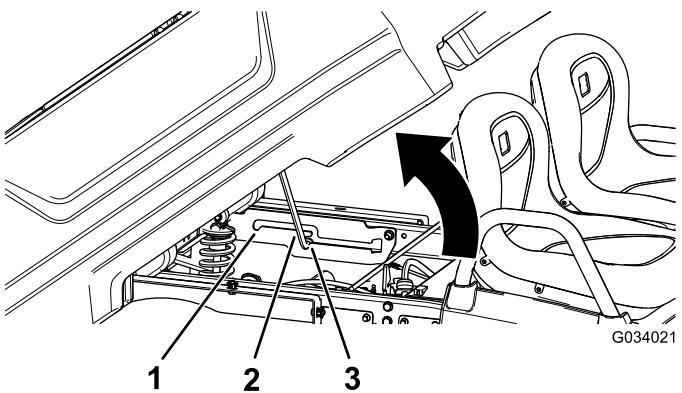

Рисунок 16
2. Ведите опорную стойку в паз с фиксацией, удерживающий кузов в положении разгрузки (Рисунок 16).
2. Ведите опорную стойку в паз с фиксацией, удерживающий кузов в положении техобслуживания (Рисунок 16).
2. Вытяните опорную стойку из паза с фиксацией (Рисунок 16).